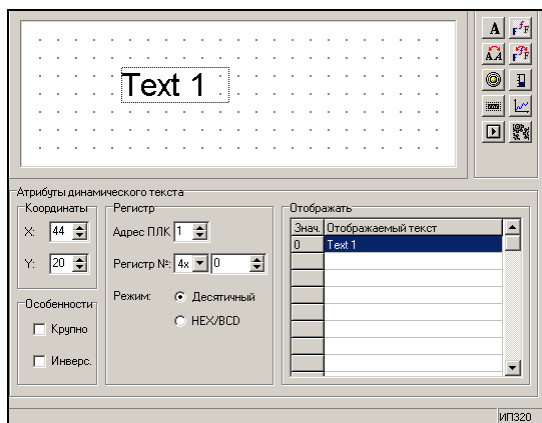

Рис. 4.6. Динамический текст (латиница)
1. Нажать кнопку . Откроется область задания параметров изменяющихся текстов (см. рис. 4.6).